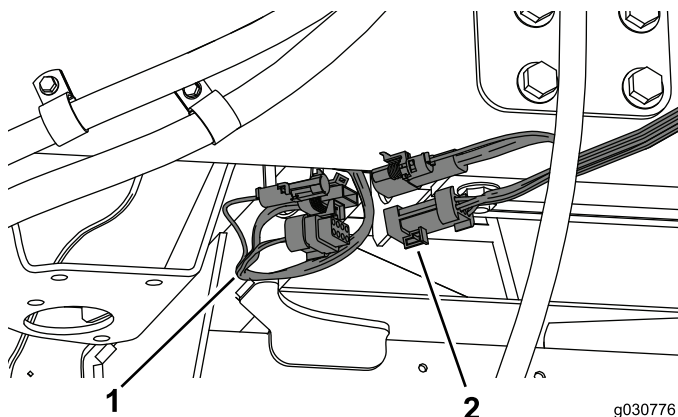

Figure 47
1. Reliez le faisceau de câblage de la cabine au faisceau sur le côté droit de la machine (Figure 47).